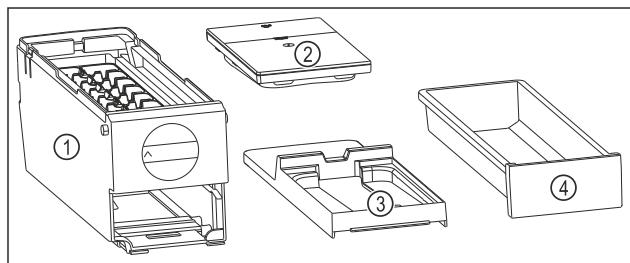

Fig. 147 Составные части EasyTwist-Ice
- EasyTwist-Ice разобран на четыре части. (см. Fig. 147)
- Разбирайте EasyTwist-Ice только на составные части, представленные на рисунке. (см. Fig. 147)
- Очищайте корпус EasyTwist-Ice Fig. 147 (1) как цельное устройство.